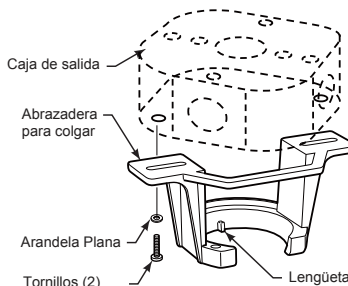

Figura 3
Uso del soporte (Figura 3)
3. Extraiga las tres pestañas estabilizadoras y la bolsa de plástico del motor. Deshágase de las pestañas estabilizadoras. (Figura 3)
1. Fije bien la abrazadera para colgar a la caja de salida (no se incluye) con los tornillos y las arandelas provistas con la caja de salida. (Figura 3)
2. Conecte los conductores verdes de la abrazadera para colgar y la varilla al conductor desnudo (a tierra) con el conector de cables. Conecte el conductor negro de la unidad receptora marcado "AC IN L" al conductor negro de alimentación con el conector de cables. Conecte el conductor blanco de la unidad receptora marcado "AC IN N" al conductor blanco de alimentación con el conector de cables. Conecte el conductor blanco de la unidad receptora marcado "TO MOTOR N" al conductor blanco del ventilador con el conector de cables incluido con la unidad receptora. Conecte el conductor negro de la unidad receptora marcado "TO MOTOR L" al conductor negro del ventilador con el conector de cables que se adjunta con la unidad receptora. Finalmente, conecte el conductor azul de la unidad receptora al conductor azul de la iluminación del ventilador con el conector de cables que se adjunta con la unidad receptora. (Figura 3)
- ☐ 3. Extraiga uno de los tres tornillos del ensamble de la placa de iluminación y guarde los tornillos para pasos posteriores. Afloje levemente los otros dos tronillos. (Figura 3)
3. Para que el ventilador sea funcional, instale las pila (incluidas) de 23A/12V en el transmisor del mando a distancia. Mientras el ventilador esté apagado. A continuación, siga el proceso de fijación remota de código. Si no se utiliza el ventilador durante un largo periodo de tiempo, extraiga la batería para evitar cualquier daño al transmisor. Almacene el mando a distancia en un lugar alejado del calor o la humedad excesiva. (Figura 3)